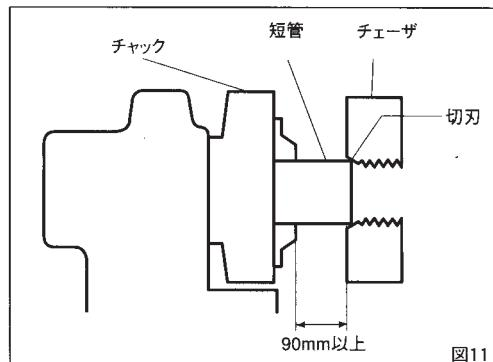

図11
- ①スクロールおよびチャックをパイプ径より大きく開き、パイプをスクロール側から差し込んでください。(短管の場合はチャック側から差し込みます。)
- ②スクロールを締めてから、右手でパイプを支え左手でチャックを軽く締めてパイプにチップをよくそわせてから強くパイプを締め付けます。
- ③パイプの取外しは、反動をつけて締め付けホイルを逆方向に回せばチャックが緩みます。次にスクロールを緩めてパイプを取外してください。
■短管ねじ切りのパイプのつかみ方(図11)